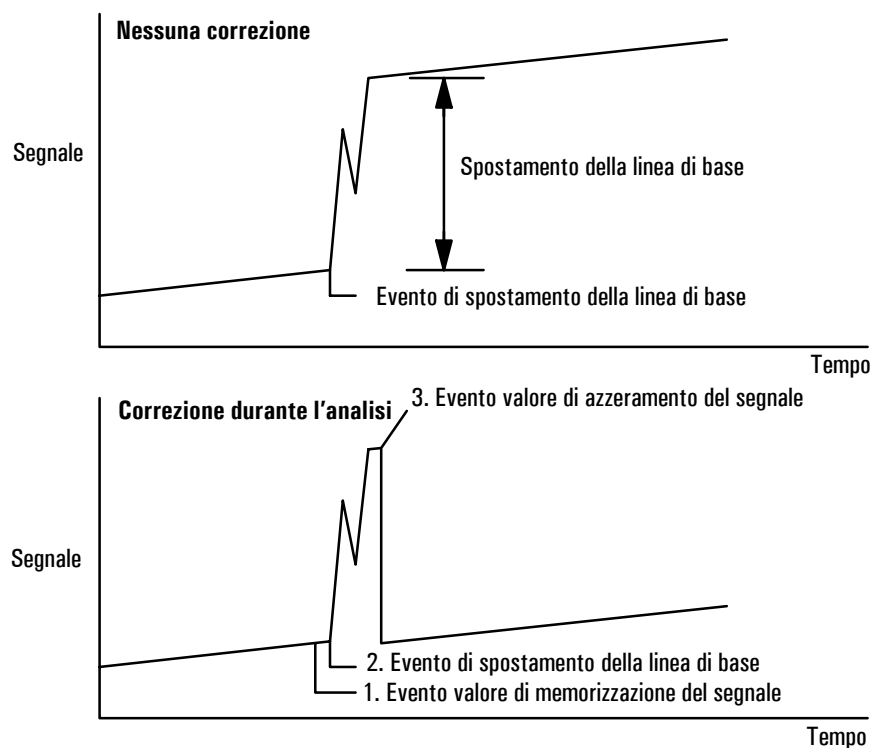

Figura 2. Correzione degli spostamenti della linea di base
- *Signal Zero - Value* - Sposta la linea di base disturbata, sottraendo il valore memorizzato dall'evento Store Signal Value da tutti i valori futuri relativi al segnale. Quando questi due eventi si verificano prima e dopo uno spostamento della linea di base, l'effetto è quello di riportare la linea di base al livello precedente. L'evento di memorizzazione deve verificarsi prima dello spostamento della linea di base e l'evento di azzeramento del valore deve verificarsi dopo che la linea di base si è stabilizzata al livello variato. Vedere la Figura 2.